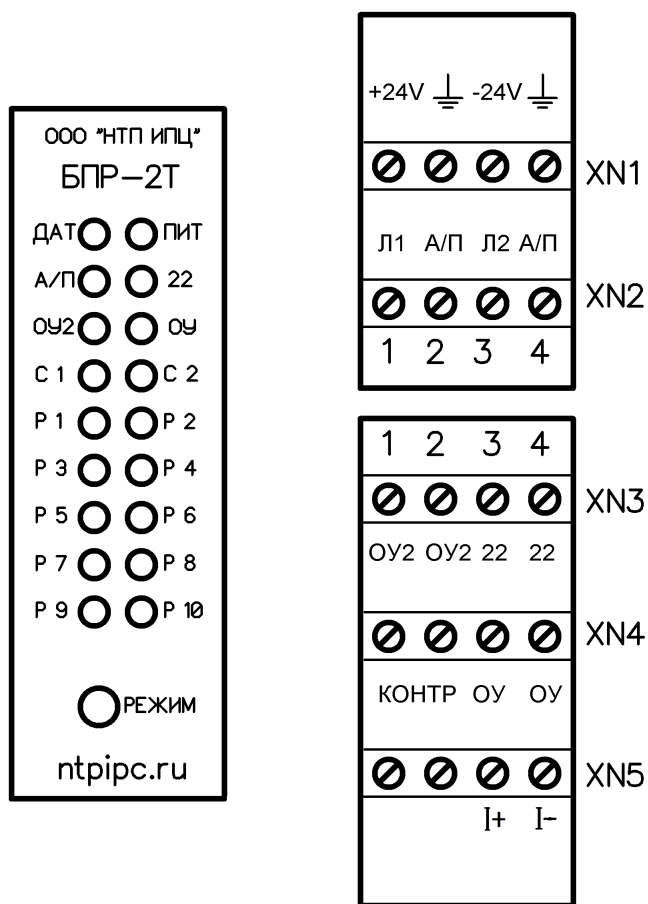

Рисунок 3 – Расположение элементов коммутации и индикации на передней панели и клеммных колодках БПР-2Т
2.10.1 На передней панели блока питания и регистрации БПР-2Т расположены светодиоды «P1»- «P10», являющимися индикатором установленного режима работы блока питания. А также кнопка «РЕЖИМ» предназначенная для редактирования параметров работы блока питания, см. рисунок 3.